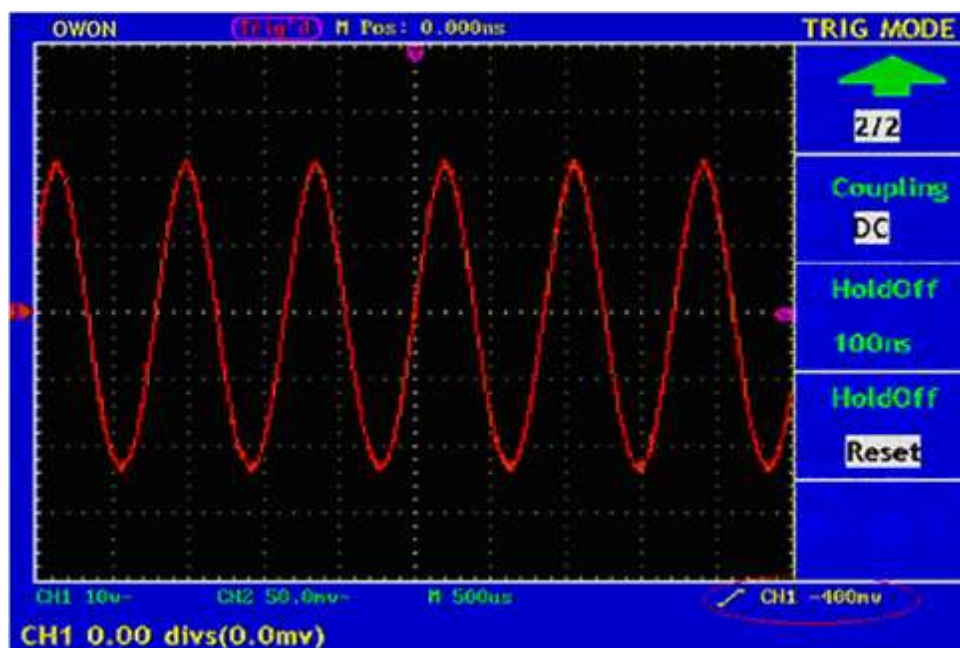

Fig. 28 立上がりエッジでトリガされた波形
7. もう一度 F2 ボタンを押して、DC カップリングを選びます。画面は Fig.28 のように表示されることを確認してください。